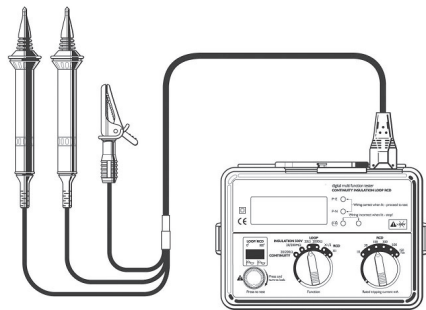

Figura 11
- c) Collegare il puntale della morsettiere di distribuzione (vedere la Figura 11 sopra) alla presa IEC dello strumento.
Se il test dell'RCD deve essere eseguito sulla morsettiera di distribuzione, collegare i puntali della morsettiera di distribuzione (vedere la Figura 11) anziché il puntale di rete.